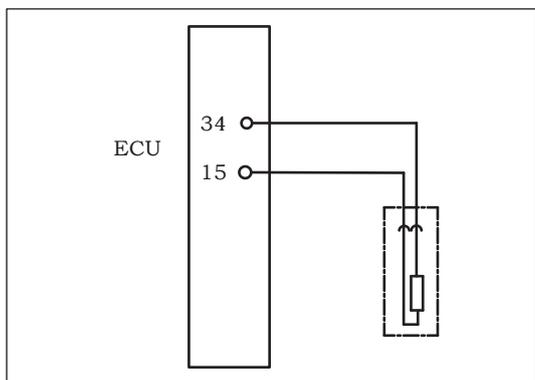

Рисунок 9-3-13. Схема датчика частоты вращения коленчатого вала
- (2) Принципиальная схема датчика частоты вращения коленчатого вала
- » См. рис. 9-3-13.
- (3) Место установки
- (4) Принцип действия
(5) Технические параметры